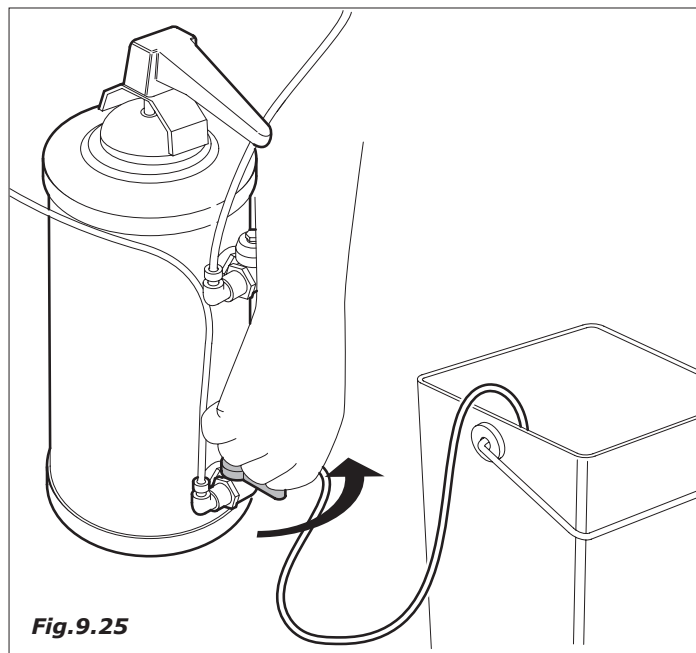

Fig.9.25
- ruotare il rubinetto inferiore avendo cura di mettere il relativo tubo in un secchio o meglio in uno scarico (Fig.9.25).